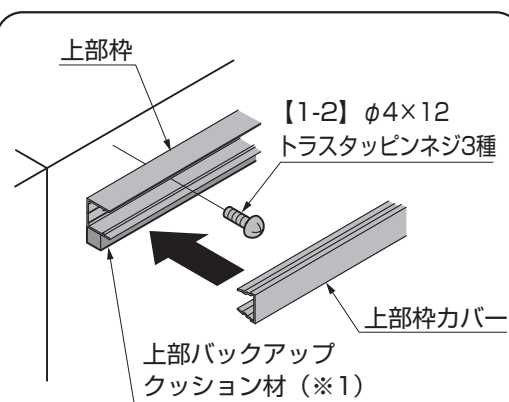

図6-7
- ②上部枠へ上部バックアップクッション材(※1)を貼付け【1-2】でフレームに取付けてください。(図6-7参照)